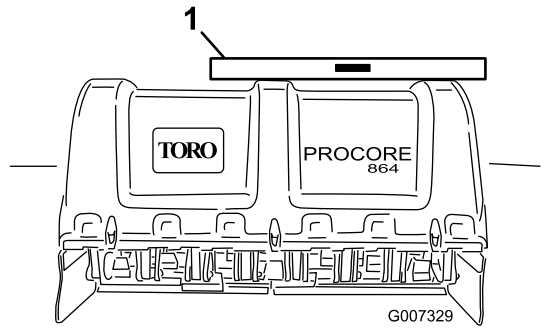

図 15
2. エアレータのフレームの上部に水準器を左右方向に置いて水平度を点検する 図 15。